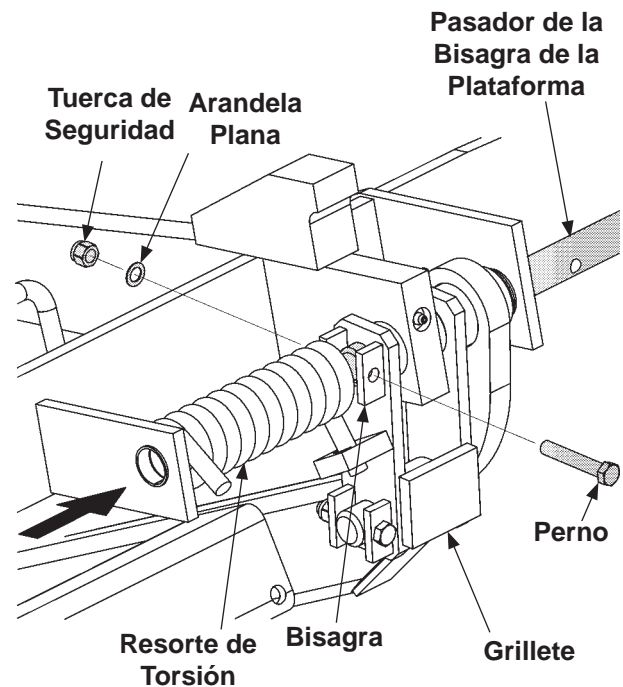

FIG. 21-1
4. Remueva el perno, la arandela plana y la tuerca de seguridad de la bisagra ubicada en el soporte del pasador de la plataforma. Deslice el pasador de bisagra hacia fuera del grillete, sólo lo suficiente para liberar el resorte (**FIG. 21-1**). Retire el resorte de torsión.